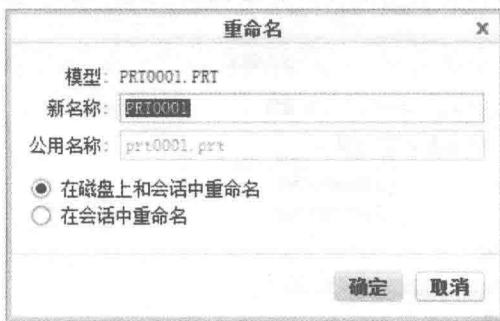

图 1-2-9 “重命名”对话框
(6) 重命名
① 选择“文件”→“管理文件”→“重命名”,弹出如图 1-2-9 所示的“重命名”对话框,当前模型的名称则出现在“模型”文本框中。
② 在“新名称”文本框中输入新文件名。
③ 选中“在会话中重命名”或“在磁盘上和会话中重命名”单选按钮。
④ 最后单击“确定”按钮即可完成重命名操作。